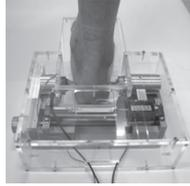
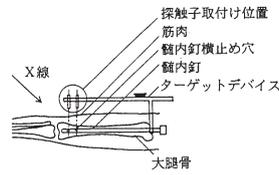
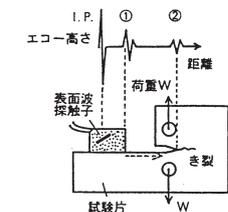

図 1 骨粗鬆症診断装置
図 2 髓内釘横止め穴の位置検出装置
図 5 金属の破壊メカニズムの解明
(1) 踵骨音速測定による骨粗鬆症診断評価 [図 1]、(2) 骨折した骨を接合する際に使用する髓内釘横止め穴の位置検出 [図 2]、(3) 非接触空中伝搬による超音波を利用した生体内部や金属内部の診断 [図 3]、(4) ボルト締結体の接触圧力やボルト軸力の測定 [図 4]、(5) 金属材料の破壊メカニズムの解明 [図 5]、(6) 衣類の超音波洗浄、(7) 成長ひずみ法を用いた骨吸収の少ない人工股関節、人工膝関節、人工歯根などの最適形状設計 [図 6, 7]、大腿骨、膝関節、顎関節、椎体、歯および足骨などの生体適応形状の創生解析、(8) 福祉機器の開発や車いすの乗り心地に関する研究。